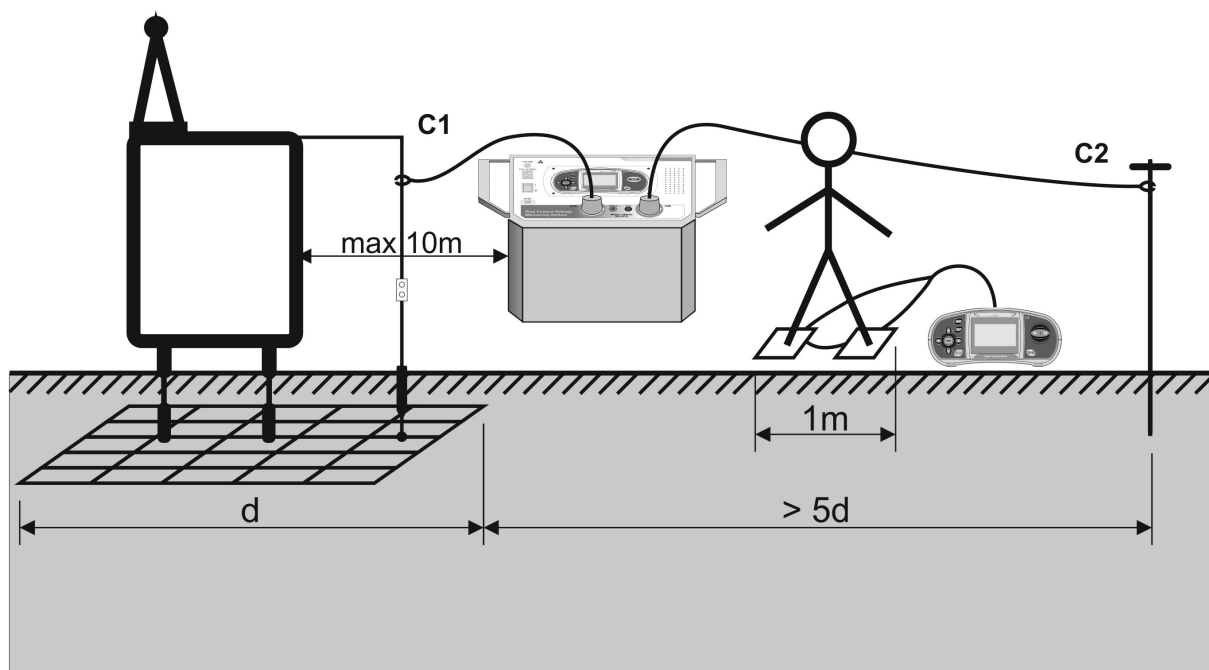
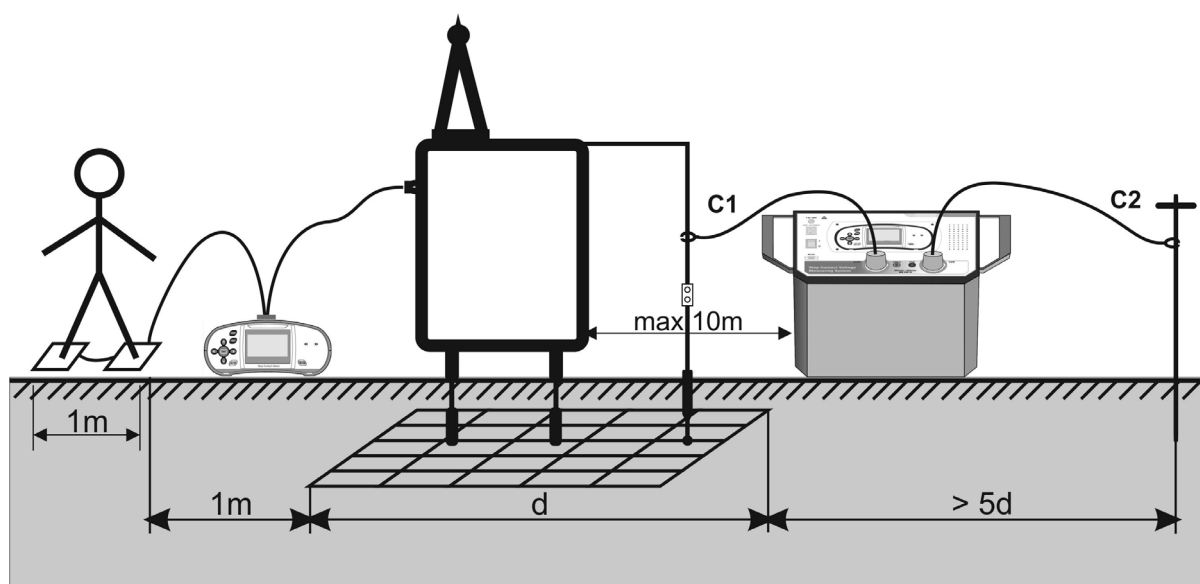

Fig. 17: Circuito di misura tensione di passo
Fig. 18: Circuito di misura tensione di contatto
- 2 Piantare la sonda ausiliaria di lunghezza 1m in dotazione ad una distanza pari a 5 volte la massima diagonale dell'impianto in misura (vedere Fig. 17). Collegare il terminale di ingresso C2/E alla sonda tramite il cavo di 50m in dotazione (se sufficiente) oppure predisporre una opportuna prolunga di cavo in caso di distanza maggiore. La natura del metodo consente di eseguire prolunghe senza nessuna compensazione della resistenza dei cavi di misura. Usare eventualmente più sonde in parallelo se occorre ridurre la resistenza di contatto nel punto
- 10 Posizionare e collegare tra loro le piastre metalliche di prova su cui dovrà salire l'operatore nei punti in cui occorre eseguire le misure di tensione di passo (vedere Fig. 17) o di contatto (vedere Fig. 18) rispettando le distanze richieste